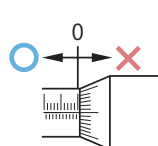

Fig. 3
1. Não ultrapassar o limite superior da faixa de medição, pois isso pode danificar o micrômetro. (Fig. 3)